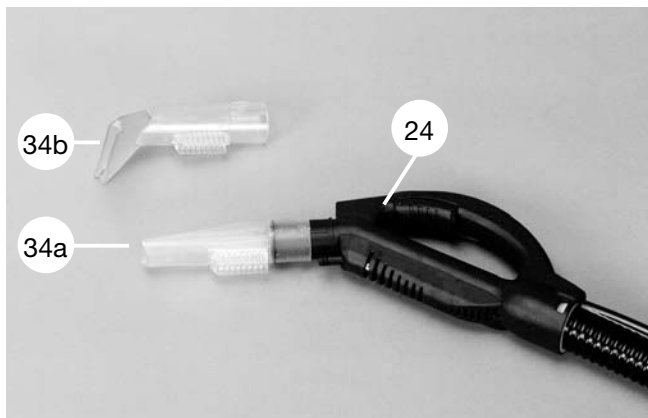

Bild 3
- 4.2 Nur zum Saugen (ohne Dampfdruckreinigung) können die Düsen 34a oder 34b (Bild 3) direkt oder mittels Verlängerungsrohren 28 (Bild 1) auf den Sicherheitshandgriff 24 (Bild 3) aufgesteckt werden.